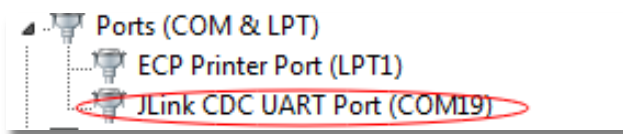

图 62 固件下载成功后设备管理器中显示
7. 重新插上该USB线，在设备管理器中可见到如图62所示的设备，表示固件烧写成功。